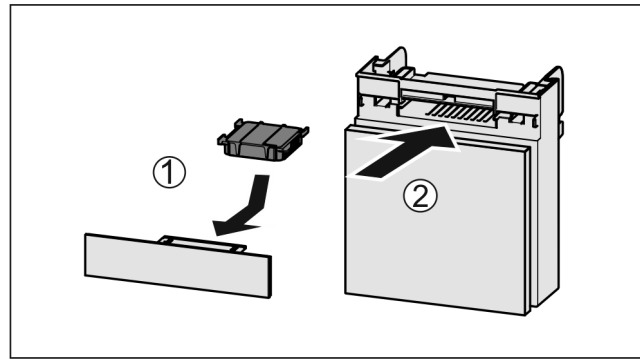

Fig. 104
- ▶ Actiefkoolfilter overeenkomstig afbeelding aanbrengen Fig. 104 (1).
- ▶ Lade erin schuiven Fig. 104 (2).